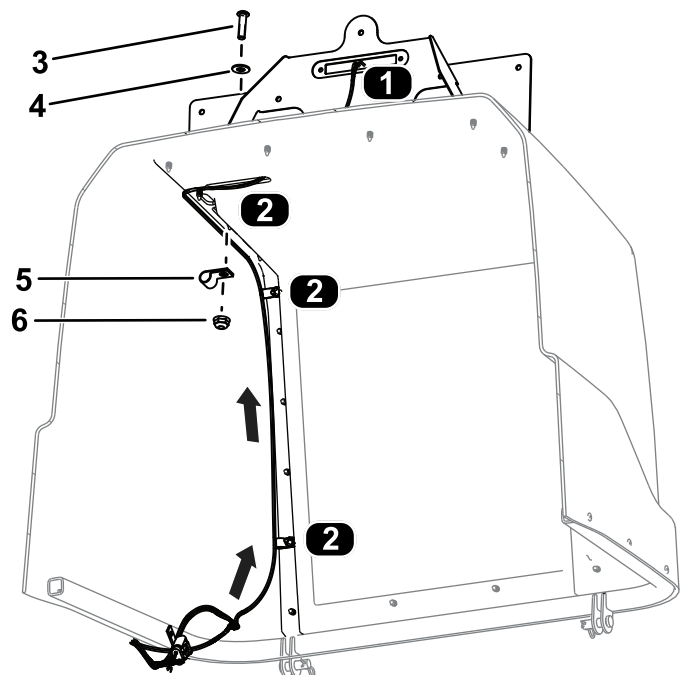

Figura 32
10. Instradate il connettore del cablaggio preassemblato con l'etichetta LICENSE PLATE LIGHT (P14) attraverso il cofano e collegatelo alla luce della targa (Figura 32).
11. Fissate il cablaggio preassemblato al cofano utilizzando 3 viti a brugola (1/4" x 1"), 3 rondelle piane, 3 morsetti e 3 dadi flangiati (1/4") come mostrato nella Figura 32.